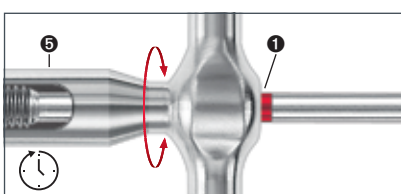

Abb. 10
**Beim Erscheinen des roten Farbringes 1 am hinteren Ende des T-Griffes 5 darf nicht weitergedreht werden, da sonst die Gefahr der Beschädigung des Aufspreizers besteht! (siehe Abb. 10)**